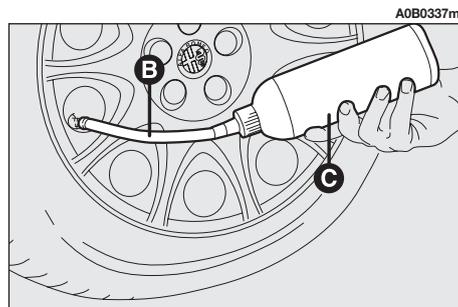

fig. 16
**4)** Inserire il tubo flessibile di riempimento (**B-fig. 16**) sulla valvola del pneumatico, mantenere la bottiglia (**C-fig. 16**) con il tubo rivolto verso il basso quindi premere in modo che tutto il sigillante entri nel pneumatico.